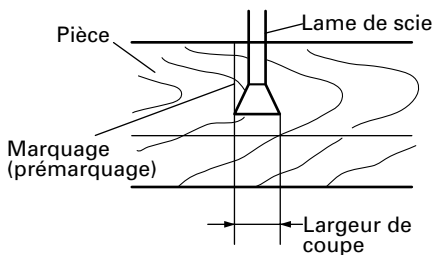

Fig. 18
(1) Allumer le marqueur laser et marquer une rainure de 3/16" (5mm) environ de profondeur sur la pièce qui a une hauteur de 1-1/2" (38mm) et une largeur de 3-1/2" (89mm). Maintenir la pièce rainurée dans un étau telle qu'elle est et ne pas la déplacer. (Fig. 18)